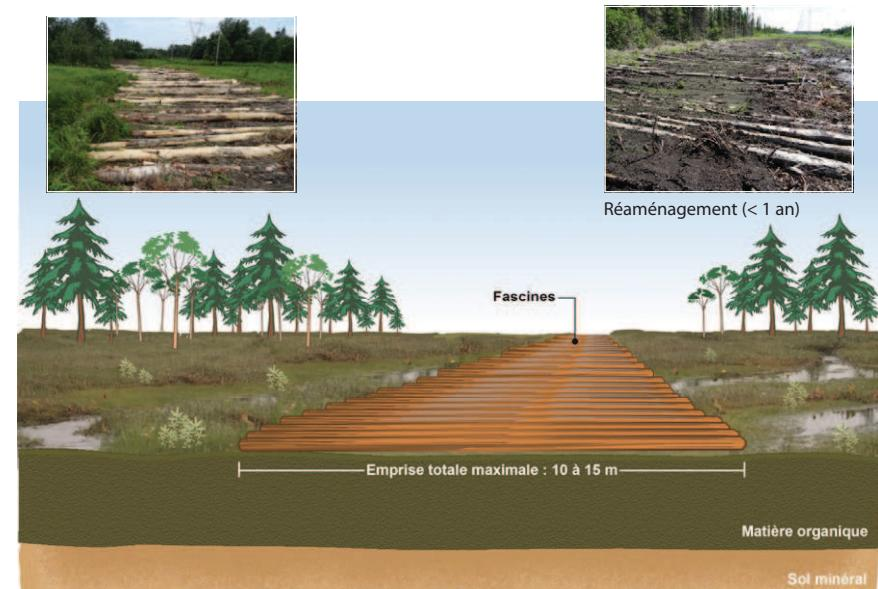
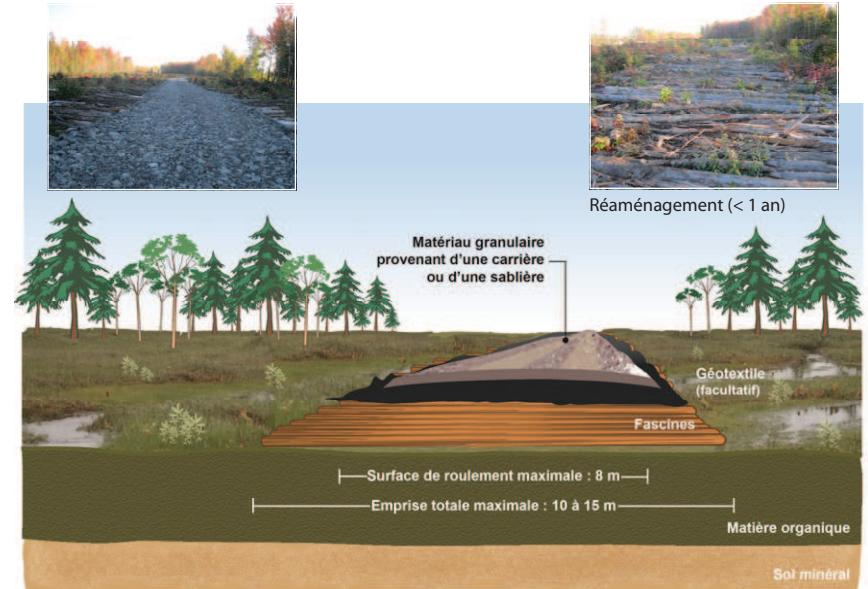

Figure A.3 : Sentier sur fascines
Figure A.5 : Chemin en remblai sur fascines
- Différents types de **sentiers** ou de **chemins** (emprise, accès et contournement) sont aménagés pour augmenter la capacité portante du sol et permettre la circulation de la machinerie : sentiers formés d'un tapis de billes de bois (fascines), chemins construits à partir du **matériel tout-venant** ou provenant d'une **carrière** ou d'une **sablière** et chemins sur matelas de bois ou plaques d'acier. Les différentes techniques utilisées sont présentées aux figures A.3 à A.9.
Sentier sur fascines (figure A.3)	Sentier utilisé par la machinerie sur chenilles et les véhicules tout-terrain. De la fascine peut être utilisée comme structure de base pour augmenter la capacité portante d'un chemin en remblais ou constitué avec du matériel tout-venant (figures A.5, A.7 et A.9).